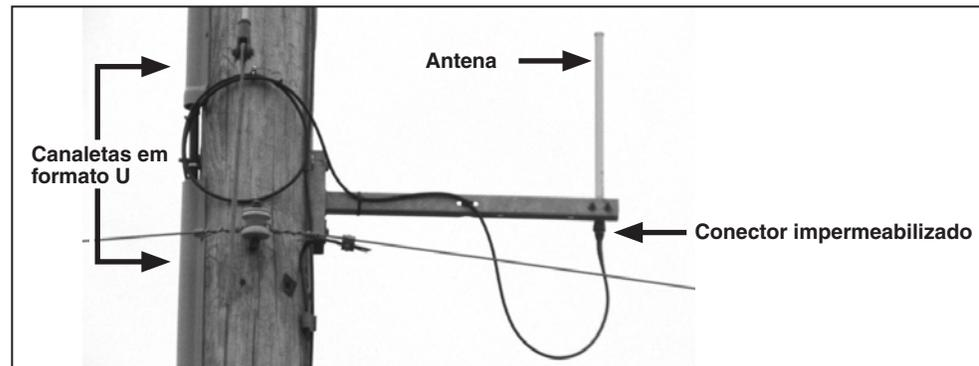

Figura 8. Antena remota.
- PASSO 7.** Prenda o cabo ao suporte de antena com uma abraçadeira. Qualquer excesso de cabo deve ser enrolado e preso com segurança ao poste. O uso de canaletas de proteção em formato U (*U-guards*) é recomendado para a proteção dos cabos. Não use grampos. Ver Figura 8.